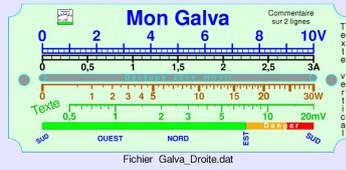

Fig. 3 - Galvanomètres de type 3
3) ceux dont l'axe est horizontal, perpendiculaire au cadran et dont l'aiguille a un déplacement angulaire (Fig. 3). A ces galvanomètres correspondent plusieurs types de cadrans selon l'étendu et la zone de déviation de l'aiguille (cadrans types 3 à 12 de la Fig. 4). Ce sont les galvanomètres que l'on rencontre le plus couramment. Les cadrans sont plans et les échelles sont généralement en arcs de cercles, toutefois, le type 12 de la Fig. 4 est un exemple de cadran à échelles droites pour un galvanomètre de type 3.